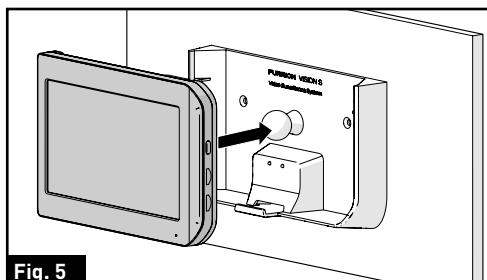

Fig. 5
- Alignez le moniteur sur le support installé et poussez fermement jusqu'à ce que la rotule s'enclenche dans le moniteur. (Fig. 5)